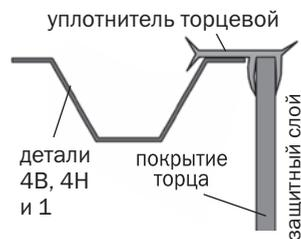

Рис.17
4. Подравнивайте ножом покрытие по дугам **4н** и **4в**, а затем установите уплотнительный профиль в соответствии с **рис.17**.